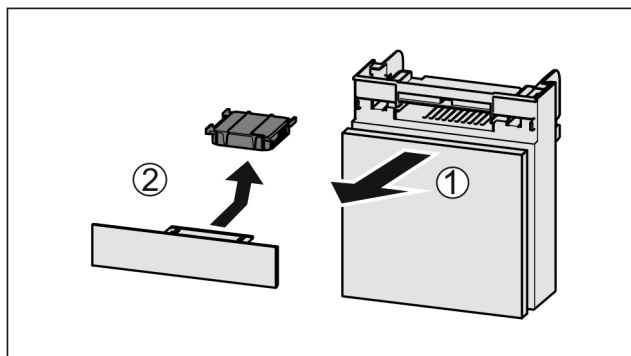

Fig. 96
- ▶ Zásuvku vytáhněte dopředu Fig. 96 (1).
- ▶ Filtr s aktivním uhlím vyjměte Fig. 96 (2).